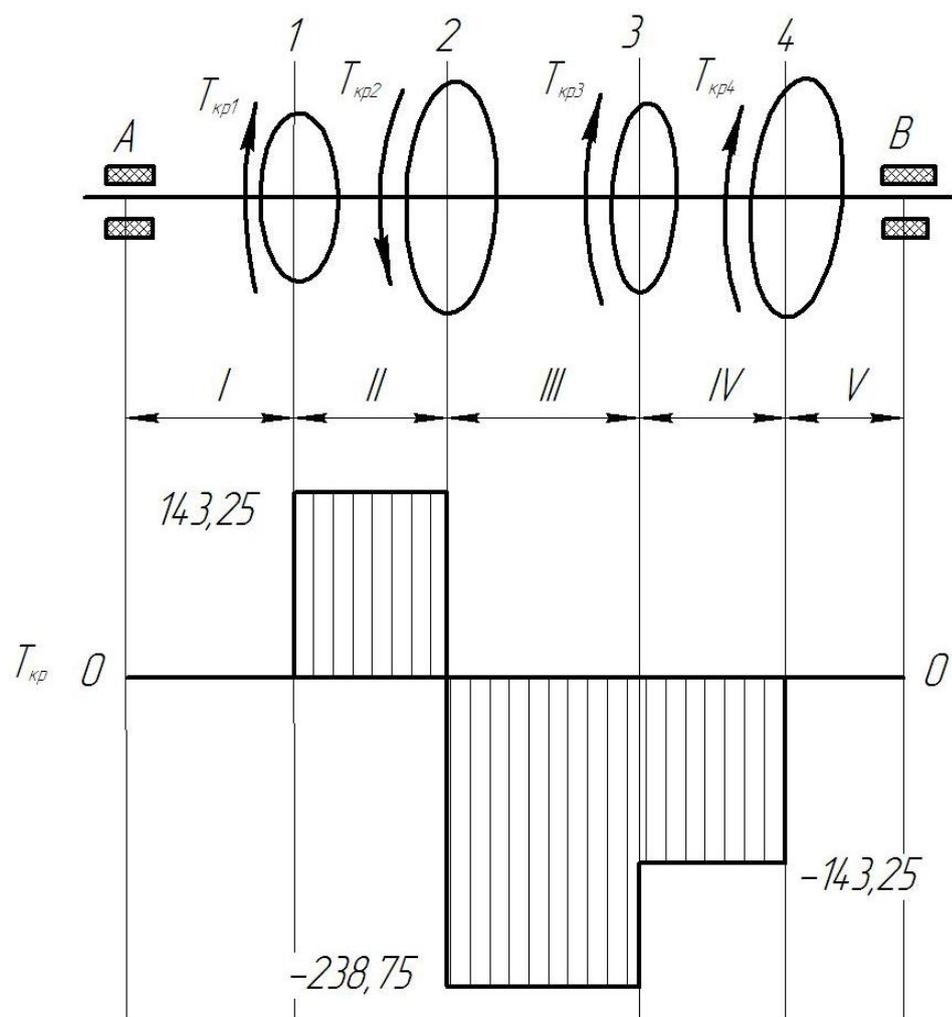

Рисунок 2.23 – Расчетная схема
3. Приложим на схеме крутящие моменты  $T_{\text{кр}}$  по направлению передачи вращения шкивов (рисунок 2.23).
Строим в масштабе эпюры крутящих моментов, отложив полученные значения от нулевой линии с учетом знаков (рисунок 2.23).